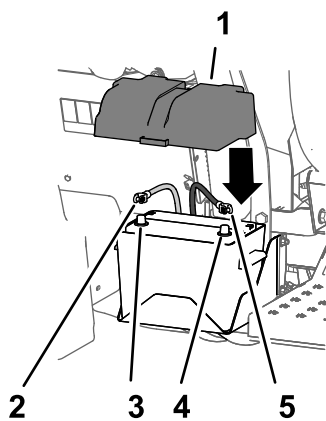

Figura 38
- Collegate il cavo positivo della batteria al relativo polo positivo (Figura 38).
- Collegate il cavo negativo della batteria al relativo polo negativo (Figura 38).
- Allineate il coperchio della scatola della batteria e fissatelo con la cinghia (Figura 38).